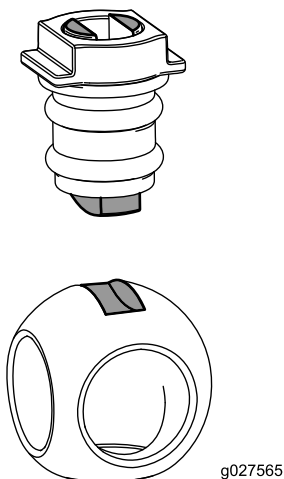

图 125
- 将球插入阀体图 125。
注意 阀杆应能够插入球驱动槽内部。如果气门芯不能插入请调整球的位置(图 125)。